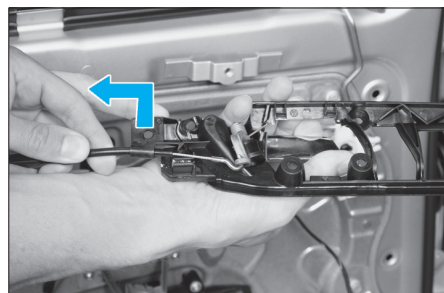

Fig. 70
- Dégager le câble d'ouverture de la poignée intérieure comme illustré (Fig.70).